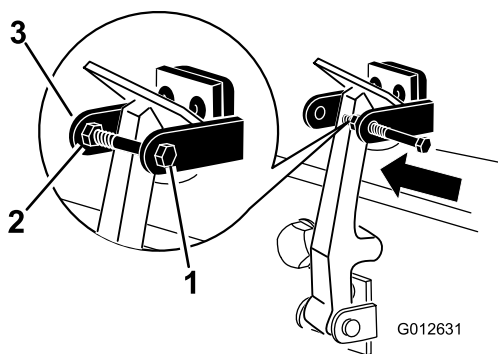

Figura 18
7. Aperte o parafuso no outro braço do suporte do trinco do capot para prender o trinco na posição (Figura 18).